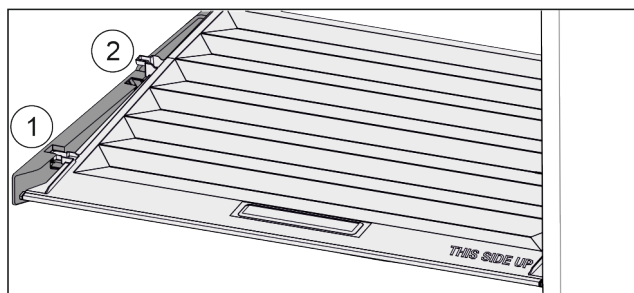

Fig. 38
- ▶ Pokrywę pociągnąć do przodu Fig. 38 (1), aż otworzy się w elementach trzymających.
- ▶ Podnieść tył od dołu i w wyjąć Fig. 38 (2) go do góry.